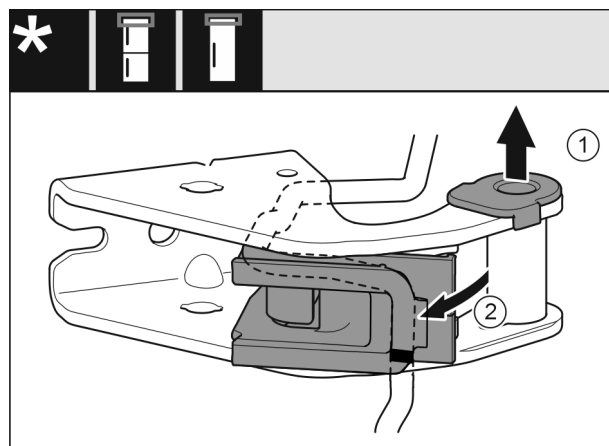

Fig. 17
- ▶ Tuleję łożyskową wyjąć z prowadnicy. Fig. 17 (1)
- ▶ Odchylić mocowanie kabla. Fig. 17 (2)